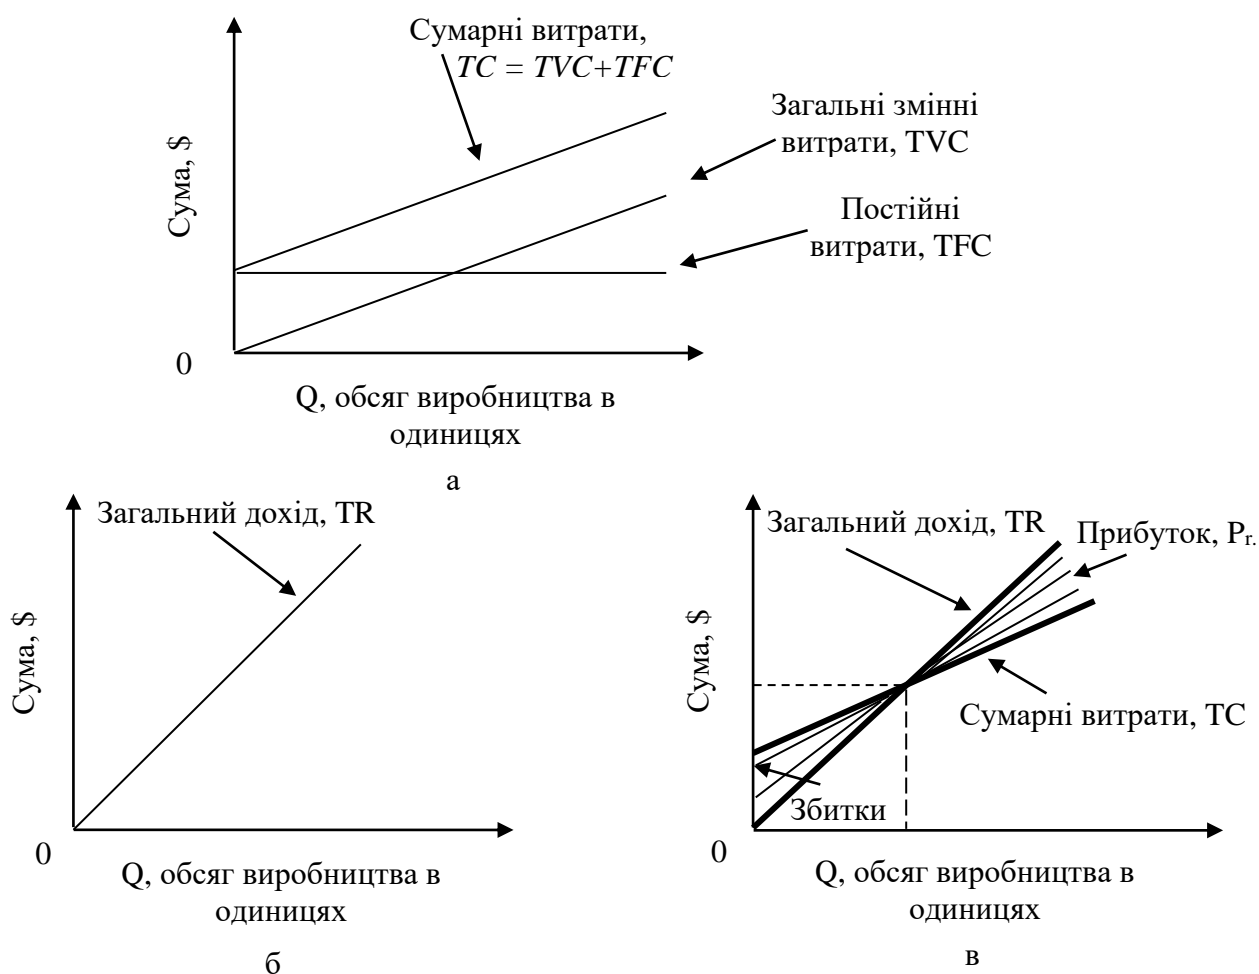

Рис. 1. Співвідношення витрат і обсягів виробництва
На рис. 1.а. показано взаємозв'язок між обсягом виробництва (Q) і постійними витратами (TFC), загальними змінними витратами (TVC) і сумарними витратами (TC) – постійні плюс змінні.
На рис. 1.б. показано, що загальний дохід (TR) знаходиться в лінійному співвідношенні з обсягом виробництва (Q).
На рис. 1.в. показано співвідношення між прибутком Pr. (різниця між загальним доходом (TR) і загальними витратами (TC) (сума постійних і змінних)) і обсягом виробництва (Q).